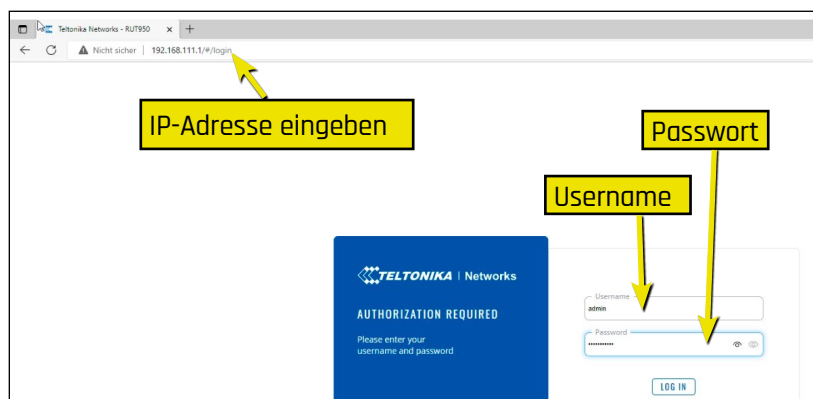

Abb. 39: Zugriff auf Router via WLAN
2 IP-Adresse in Browser eingeben (siehe Abb. 39): "192.168.111.1"
- Anmelden mit (siehe Abb. 39):